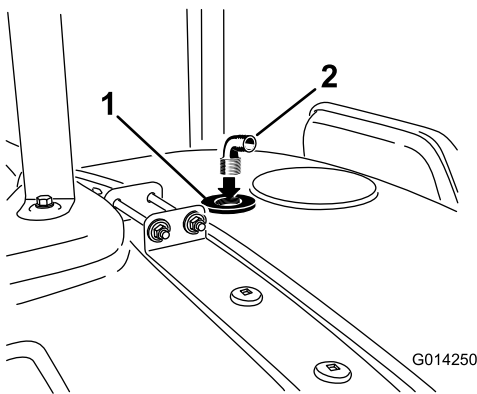

Bild 18
8. Befestigen Sie das 90°-Anschlussstück in der Gewindeöffnung des Spüldüsenschotts (Bild 18).